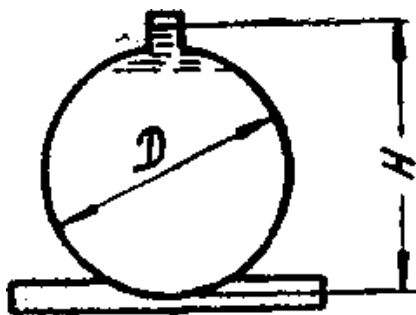

Рис. 11.
**Завдання 11.** Визначити силу гідростатичного тиску бензину на торцеву плоску стінку горизонтальної циліндрової автоцистерни діаметром  $D = 2$  м, якщо рівень бензину в цистерні знаходиться на відстані  $H = 2,2$  м від дна (рис. 11). Цистерна герметично закрита, і надмірний тиск пари бензину на вільну поверхню складає  $300$  мм рт. ст. Питома вага бензину  $\gamma = 735$  кГ/м3. Знайти також положення центру тиску.